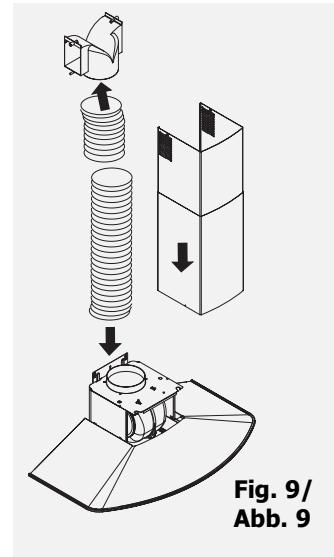

Fig. 9 / Abb. 9
- Prepare a sua chaminé tomando cuidado para colocar os orifícios voltados para cima de maneira a que fiquem visíveis (**fig. 9**).